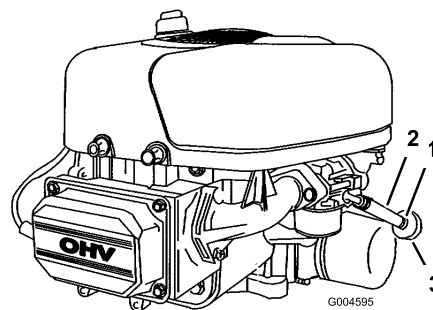

Bild 27
8. Drücken Sie die Enden der Schlauchklemme zusammen und schieben Sie sie an der Kraftstoffleitung nach oben zum Kraftstofftank (Bild 27).
9. Ziehen Sie die Kraftstoffleitung vom Kraftstofffilter (Bild 27) ab. Lassen Sie das Benzin in einen Benzinkanister oder eine Auffangwanne ablaufen.
Tauschen Sie den Kraftstofffilter alle 100 Betriebsstunden oder mindestens einmal pro Jahr aus. Tauschen Sie den Kraftstofffilter am besten aus, wenn der Tank leer ist (Bild 27). Bauen Sie nie einen verschmutzten Filter wieder ein, wenn Sie diesen aus der Kraftstoffleitung entfernt haben.
7. Drücken Sie die Enden der Schlauchklemmen zusammen und schieben diese weg vom Kraftstofffilter (Bild 27).